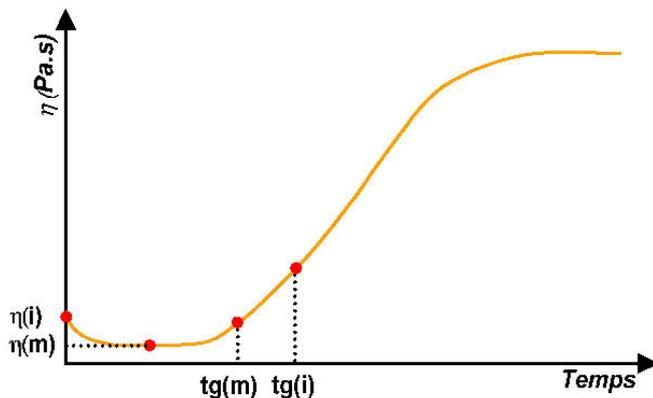

Figure 9 : Viscosité x2 ou x3 (ou x n)
- Temps de doublement ou triplement de la viscosité initiale ou minimale (mastics, résines chargées, etc.) – cf. figure 9